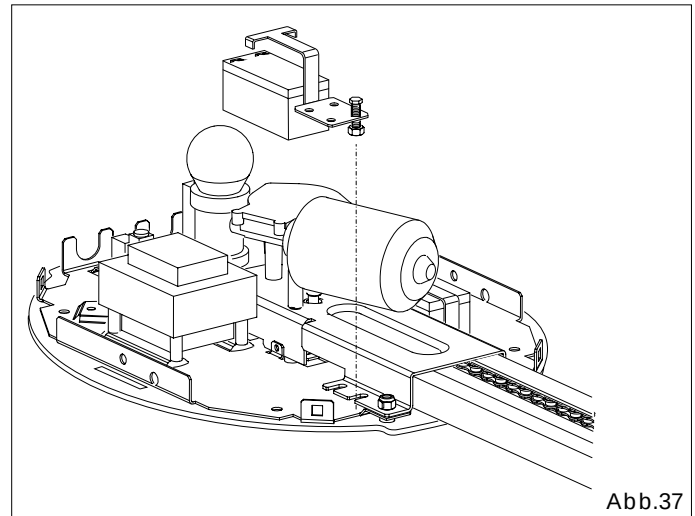

Abb.37
- Die Montage der Pufferbatterien hat mit Hilfe der geeigneten Befestigungsbügel auf dem Operator mittels Schraube und Mutter in der in Abb.37 angegebenen Position zu erfolgen.